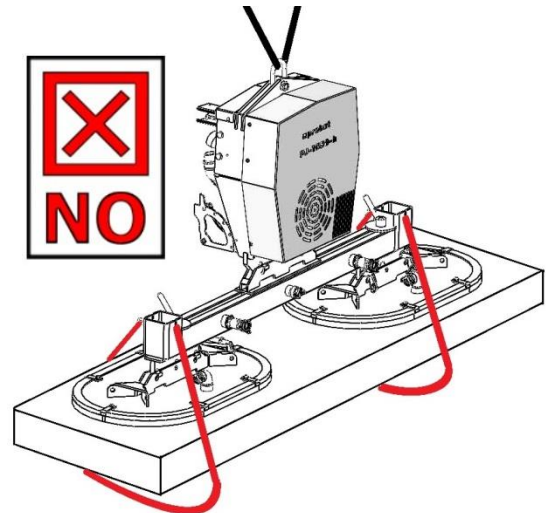

Abb. 2
Ein ungleiches Positionieren der Saugplatten ist nicht erlaubt (siehe Abbildung 2)!
- Lastsicherungsketten dürfen **NIEMALS locker** unter der Last hängen, da sonst Last bei Vakuumausfall/Verlust (z.B. bedingt durch Energieausfall) herunterfallen kann (Abb. 2). **Lebensgefahr!!**